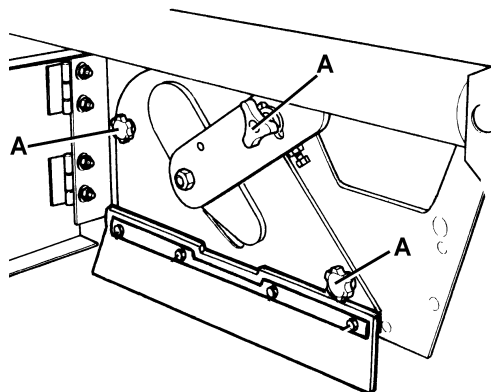
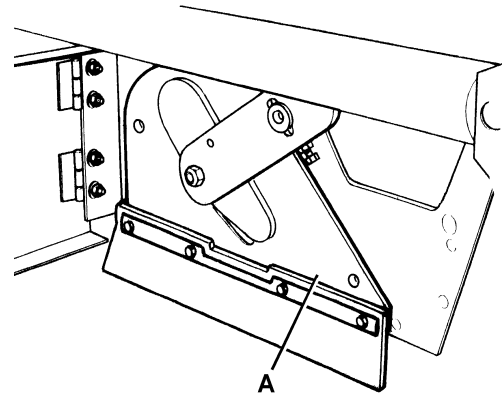

Abbildung 5
Abbildung 6
1. Gerät auf ebenem Untergrund abstellen und Feststellbremse mit dem Pedal (82) und dem Hebel (75) betätigen.
2. Zündschlüssel (69) in Stellung 0 drehen und abziehen.
3. Haltevorrichtung (8) ausrasten und rechte Klappe (7) öffnen.
4. Knöpfe (A, Abb. 5) lösen und abnehmen.
5. Deckel des Hauptkehrwalzenraums (A, Abb. 6) abnehmen.
10. Deckel des Hauptkehrwalzenraums (A, Abb. 6) anbringen und Knöpfe (A, Abb. 5) eindrehen.
11. Rechte Klappe (7) schließen und Haltevorrichtung (8) einrasten.